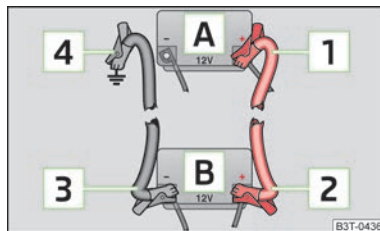

Fig. 117
- Prindeți un capăt **[1]** » fig. 117 la polul plus al bateriei descărcate **[A]**.
- Fixați un capăt **[3]** » fig. 117 la polul minus al bateriei furnizoare de curent **[B]**.